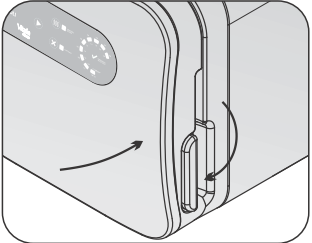

Fig. 8
► Feche a porta da autoclave pressionando-a contra a câmara (vaso de pressão) e movendo o fecho totalmente para baixo até o final do curso (Figs. 8 e 9).